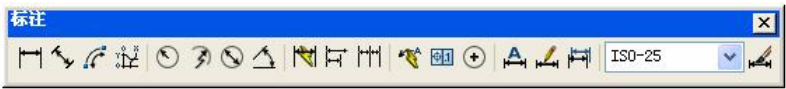

图 2-70 “标注”工具栏
(2) 常用标注样式。在工程图样上进行尺寸标注时，通常使用“标注”工具栏，如图 2-70 所示。通过“标注”工具栏右侧的下拉列表框可以选择当前标注样式。